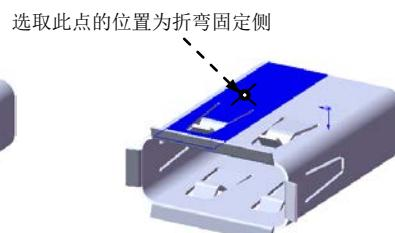

图 10.70 固定侧的位置
(3) 定义绘制的折弯参数。在图 10.70 所示的位置处单击，确定折弯固定侧；在 **折弯位置:** 选项中选取“折弯在外”按钮 ，并在其后文本框中输入角度值 5；取消 **使用默认半径(U)** 复选框，在  文本框中输入折弯半径值 10。
(4) 单击  按钮，完成绘制的折弯 12 的创建。